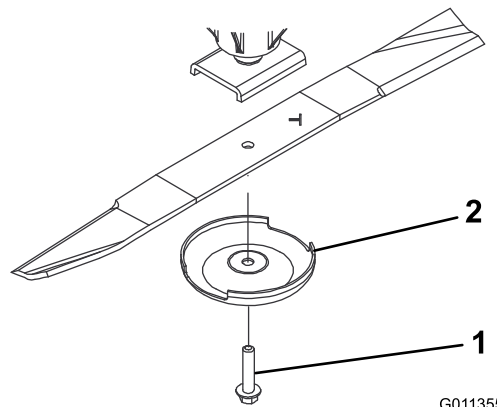

Figura 75
3. Togliete il bullone, la coppa antistrappo e la lama dall'asse del perno (Figura 75).